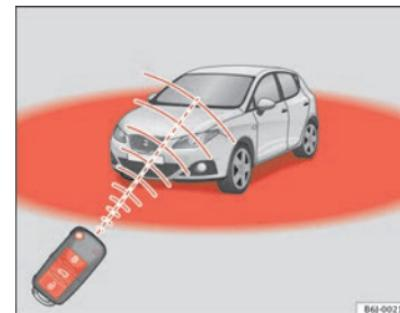

Fig. 45 Radio de acción del mando a distancia por radiofrecuencia
Además, el testigo de la pila de la llave ⇒ fig. 45, parpadea.
- El mando a distancia por radiofrecuencia funciona únicamente dentro de su radio de acción página 86, fig. 45.